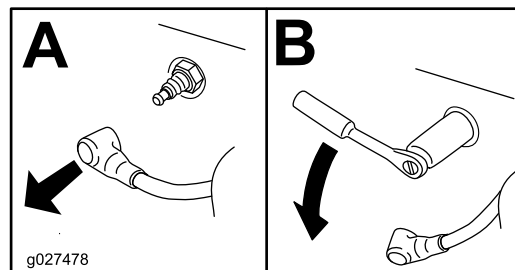

Figure 37
4. Déposez la bougie (Figure 37).